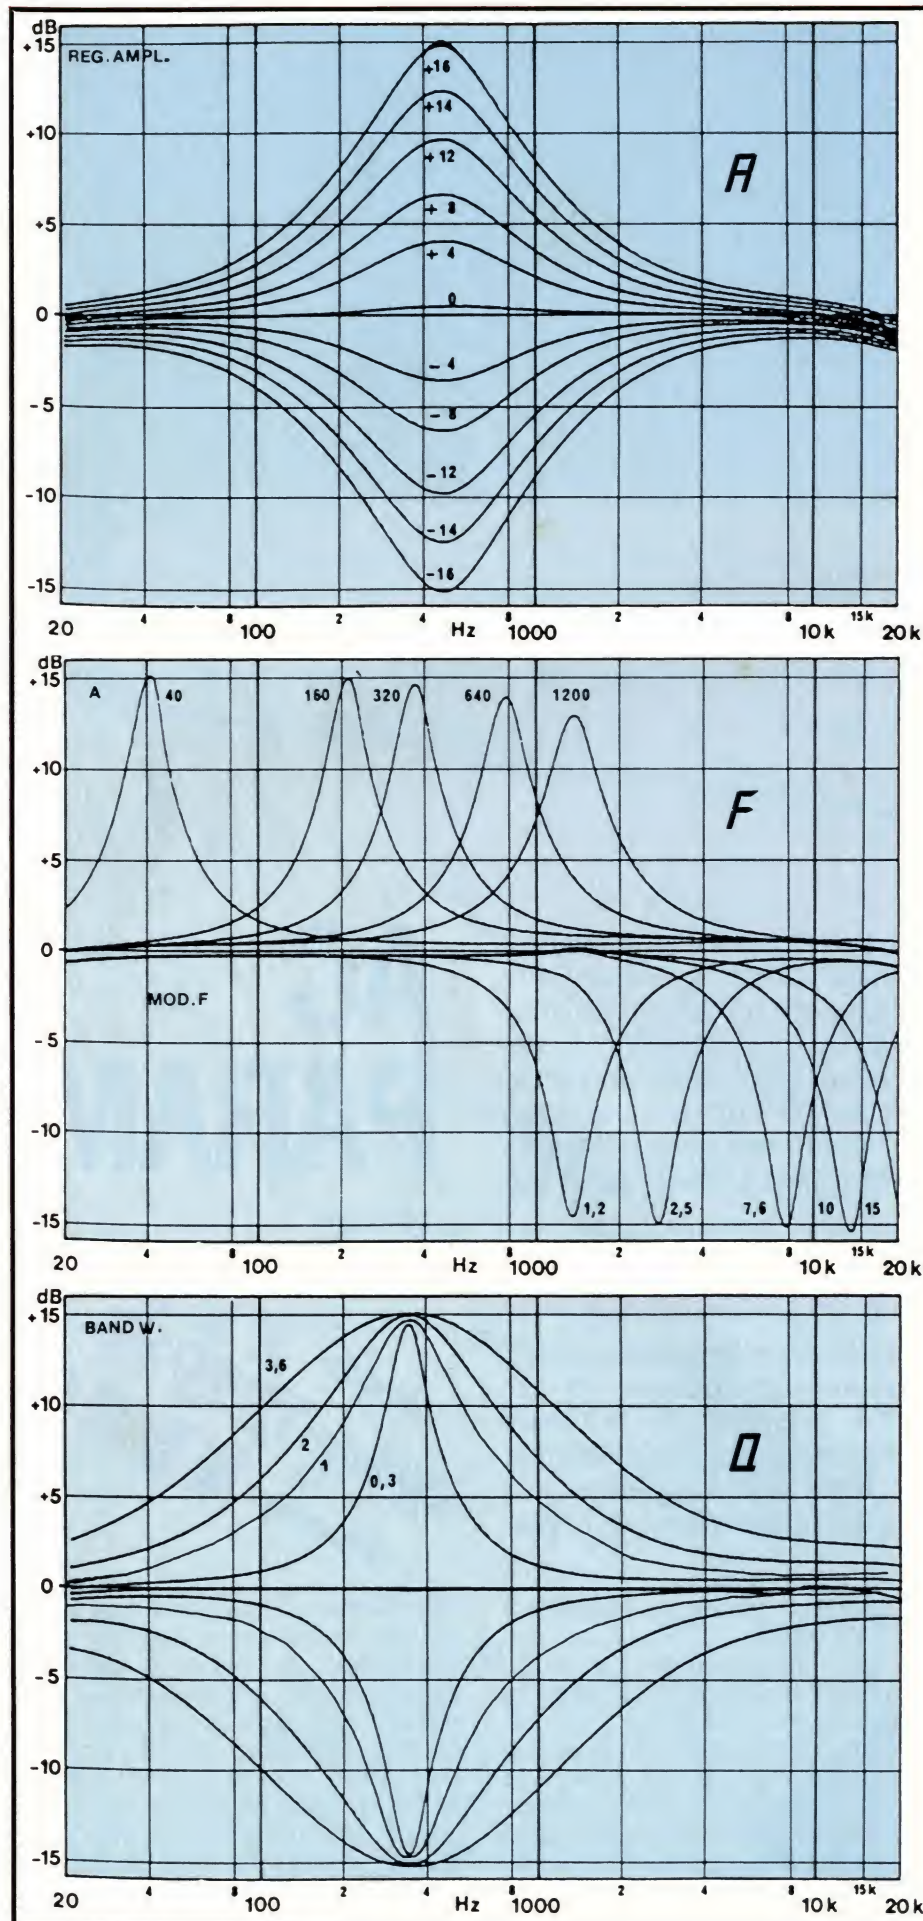

Figure 1 - Courbes mettant en évidence les variations des trois paramètres.
Figure 1 a - Variation de l'amplitude à une fréquence fixe (ici 500 Hz). Les tracés s'arrêtent à $(\pm) 16$ dB mais il faut noter que la réalisation permet d'obtenir $(\pm) 18$ dB.
Figure 1 b - Déplacement en fréquence. Les tracés positifs concernent la cellule grave, les tracés négatifs la cellule aiguë. Bien entendu toutes les positions intermédiaires sont possibles.
Figure 1 c - Variation de la sélectivité du filtre (Q). Le troisième paramètre est plus rarement modifiable que les deux précédents.
— **Le « vrai » paramétrique** : Il se comporte pour l'essentiel comme son petit frère : réglage d'efficacité, choix de la fréquence centrale, mais en plus il s'ajoute un réglage de sélectivité, ou largeur de bande. La figure 1 illustre bien ses trois actions. En figure 1 a on reconnaît l'influence du réglage d'efficacité, figure 1 b on peut voir les variations possibles des fréquences centrales des filtres. Il est à noter que les bandes « graves » et « aigues » sont séparées et que ce sont deux filtres qui se répartissent, l'un de 35 à 1200 Hz, l'autre de 1200 Hz à 20 kHz, la bande audio totale. Notons aussi que les courbes tracées ont une sélectivité constante d'à peu près un tiers d'octave. Enfin en figure 1 c, on découvre le dernier